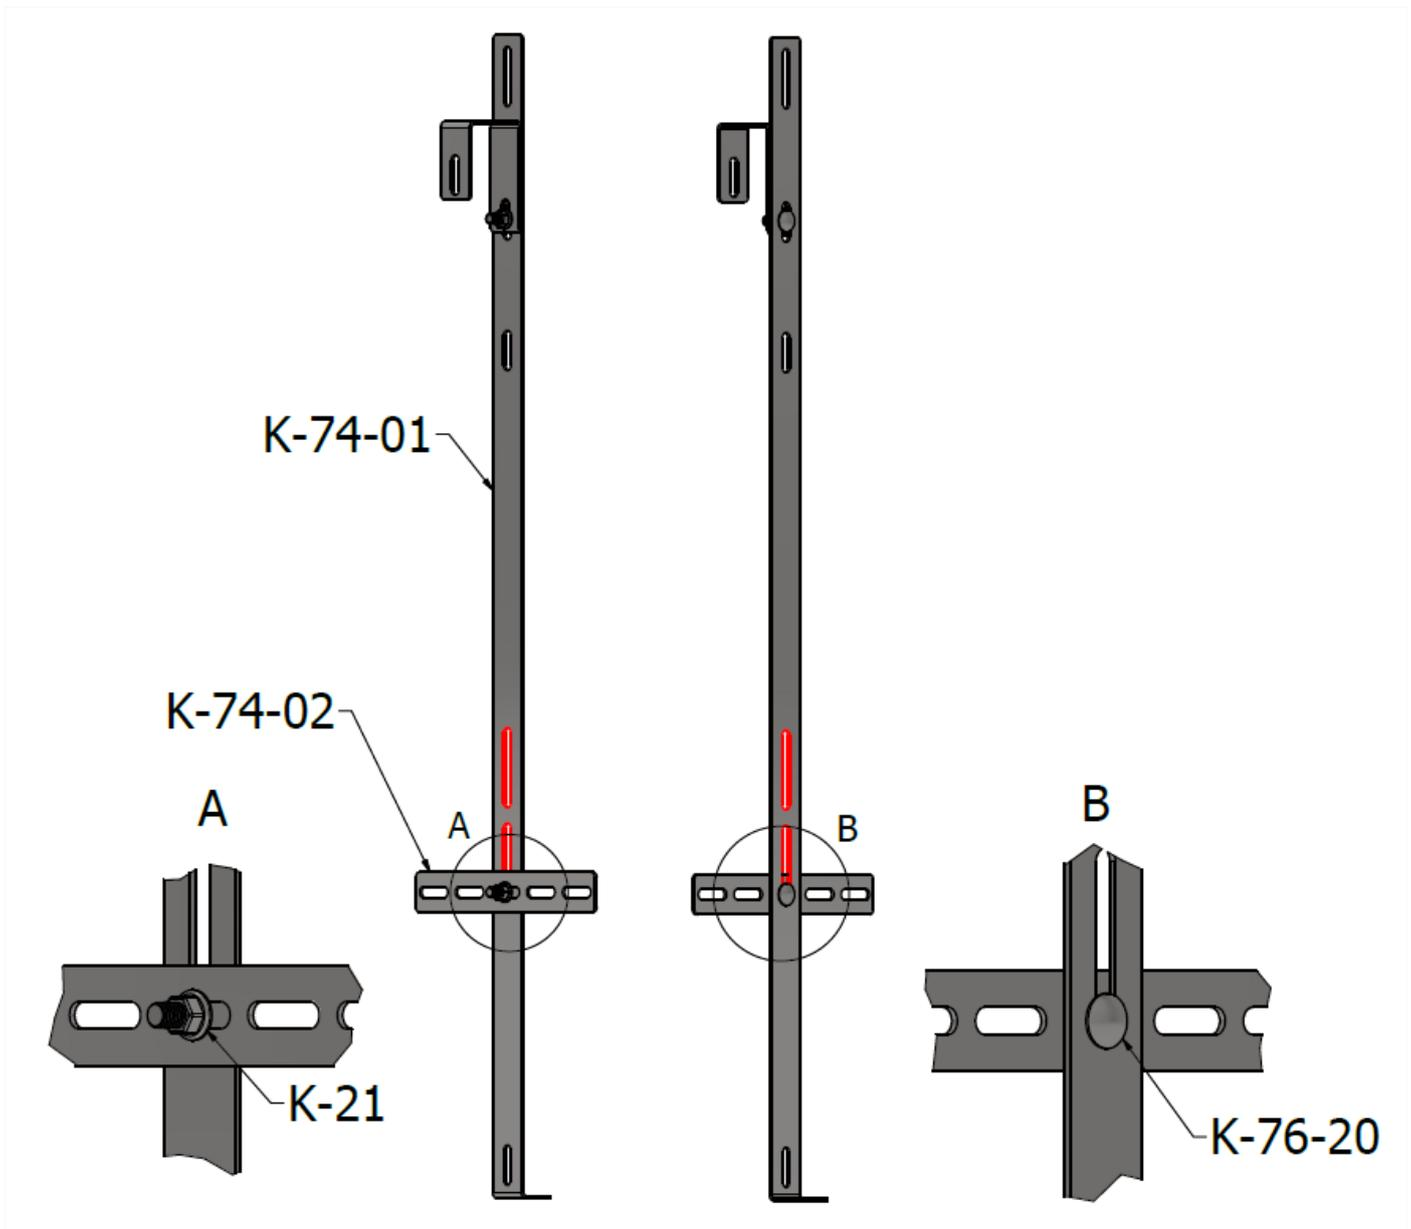

ABB.4 Verdrehen von Flacheisen K-74-02 mit Haken K-74-01
3. Im nächsten Schritt muss die Flacheisenstange K-74-02 mit der Sicherungsschraube K-76-20 und der Mutter K-21 am Haken K-74-01 vorverschraubt werden, wobei die entsprechende Bohrung für die Montage an der Balustrade zu verwenden ist (ABB.4).